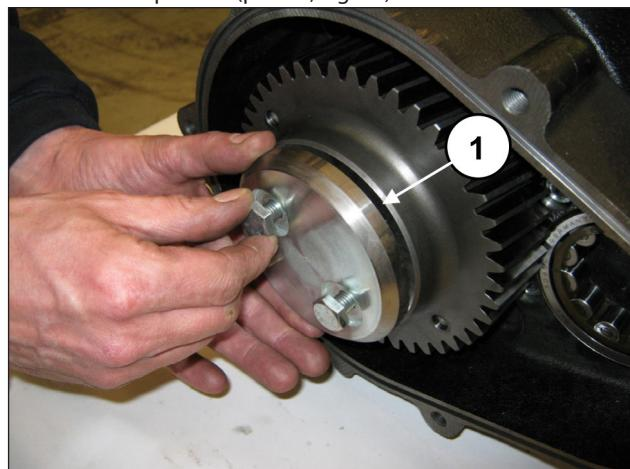

Fig. 78
Prenda a fixação da coroa (pos. ①, Fig. 78) usando os 2 parafusos M10x25.